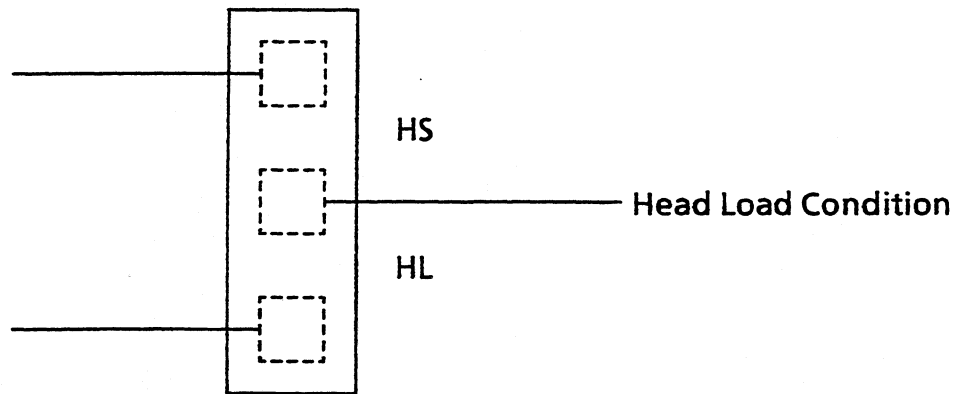

FIGURE 4-6 OPTION JUMPER CONFIGURATION
4.2.4 HS/HL JUMPER (See Figure 4-6) ※※※ OPTION ※※※
4.2.9 DISK CHANGE * OPTION *** (See Figure 4-6)**
4.2.10 DOOR OPEN * OPTION *** (See Figure 4-6)**
4.2.11 DOOR CLOSED * OPTION *** (See Figure 4-6)**